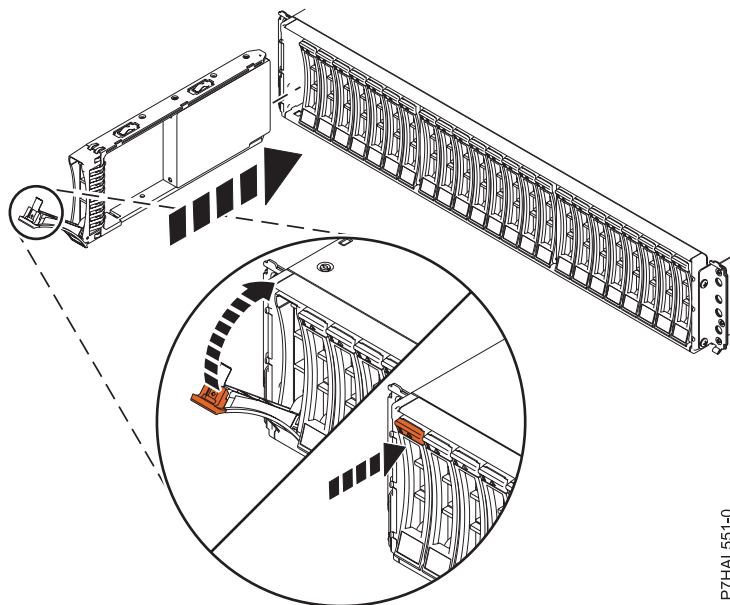

Figura 2. Instalación de la unidad de disco en Alojamiento de unidad de disco 5887
1. Con el asa en la posición de desbloqueo, como se muestra en Figura 2, sostenga la unidad por la parte inferior mientras la alinea con los rieles de guía de la unidad de expansión.